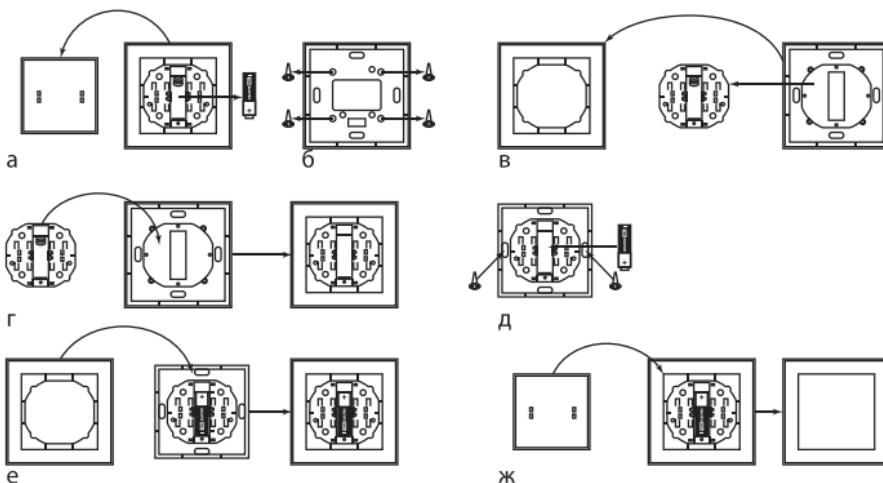

Рисунок 2. Монтаж радиовыключателей PB1, PB2 при помощи саморезов
5.2.1. Снять верхнюю крышку с выключателя и вытащить элемент питания (рисунок 2а).
5.2.2. Открутить на основании выключателя 4 крепежных шурупа (рисунок 2б).
5.2.3. Снять декоративную рамку (рисунок 2в).
5.2.4. Установить механизм выключателя обратно в основание, закрутить шурупы обратно (рисунок 2г). При установке механизма необходимо учитывать его первоначальное расположение на основании
5.2.5. Вставить в механизм выключателя элемент питания LR23A 12V, в соответствии с указанной полярностью, прикрепить основание выключателя к монтажной плоскости (рисунок 2д), надпись «UP» с задней стороны радиовыключателя должна быть сверху.
5.2.6. Установить декоративную рамку обратно на выключатель, и закрепить ее на выключателе нажатием до щелчка (рисунок 2е).
5.2.7. Установить обратно верхнюю крышку (рисунок 2ж), радиовыключатель готов к использованию.
5.3.1. Снять верхнюю крышку с выключателя (рисунок 2а).
5.3.2. Вставить в механизм выключателя элемент питания LR23A 12V, в соответствии с указанной полярностью, прикрепить выключатель к монтажной поверхности при помощи двухстороннего скотча (рисунок 2е), надпись «UP»
5.3.3. Установить обратно верхнюю крышку (рисунок 2ж), радиовыключатель готов к использованию.